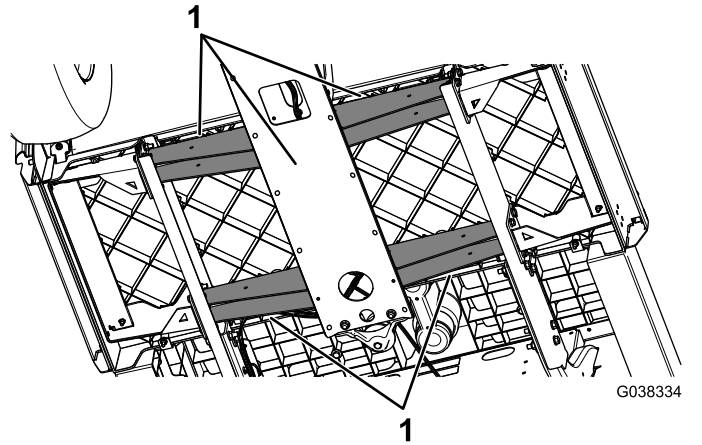

Figure 3
2. Placez un cric sous le cadre pour soutenir l'avant de la machine (Figure 3).